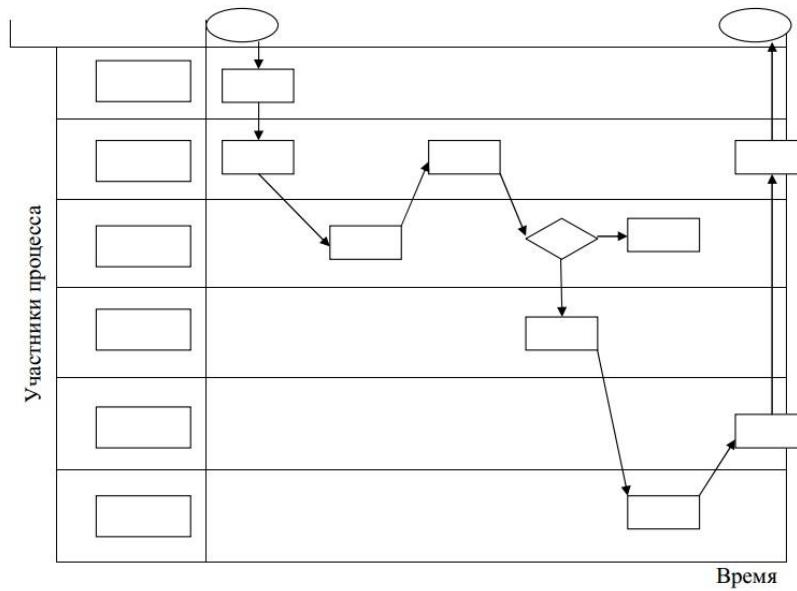

Рисунок 6 - Карта процесса
- 4) на большом листе бумаги постройте систему координат: по оси абсцисс отложите время, по оси ординат расположите действующих лиц (рис. 6);